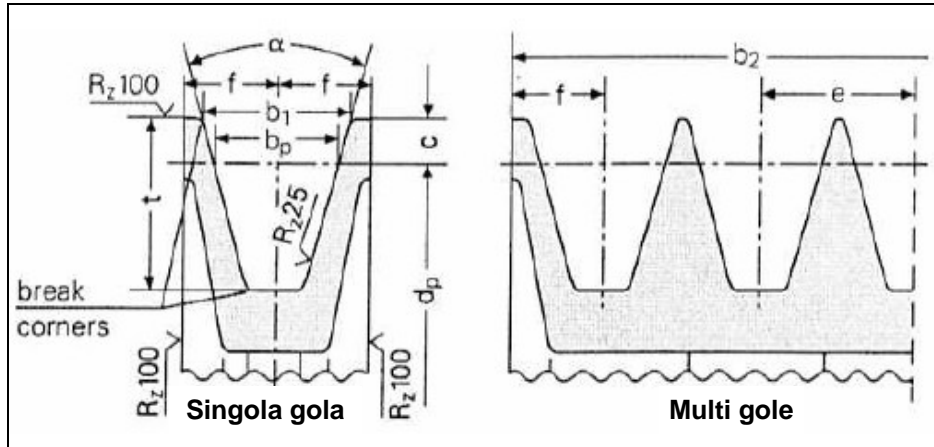

fig. 8
- a) Utilizzare pulegge per cinghie trapezoidali con le dimensioni della gola prescritte /consigliate dal costruttore della cinghia utilizzata. In mancanza di indicazioni attenersi alla fig. 8 e alla tabella di fig. 9 .